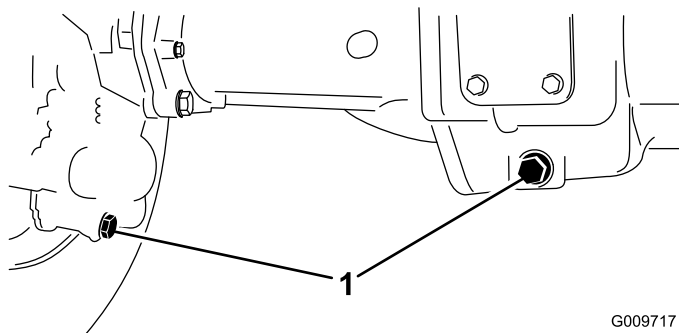

図 73
2. ドレンプラグそれぞれの端部に1本ずつ、中央に1本全部で3本の周囲をきれいにする 図 73。